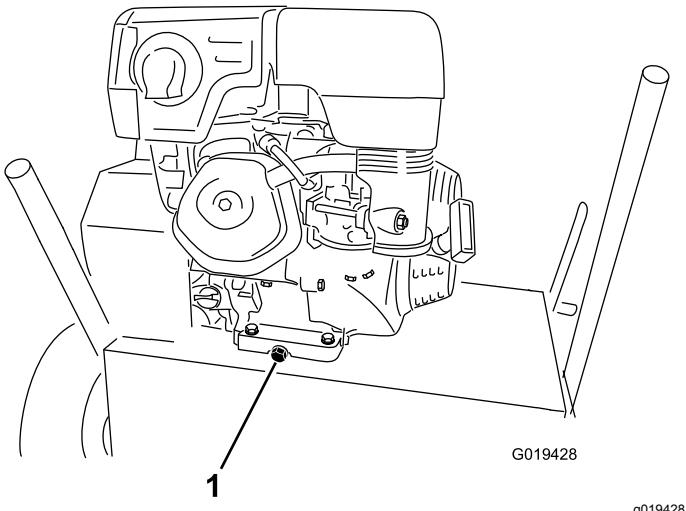

Figure 17
4. Enlevez le bouchon de vidange (Figure 17).